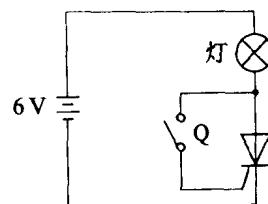

图 1-3 例 1.5 电路图
(2) 用 6 V 电源(干电池或直流稳压电源)作为阳极电源, 接成如图 1-3 所示线路, 如果按下开关 Q 后, 灯亮, 说明管子是好的。
(3) 用晶闸管测试仪测量管子正反向伏安特性。